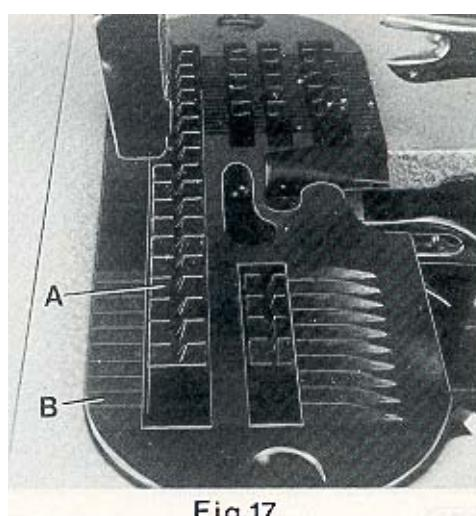
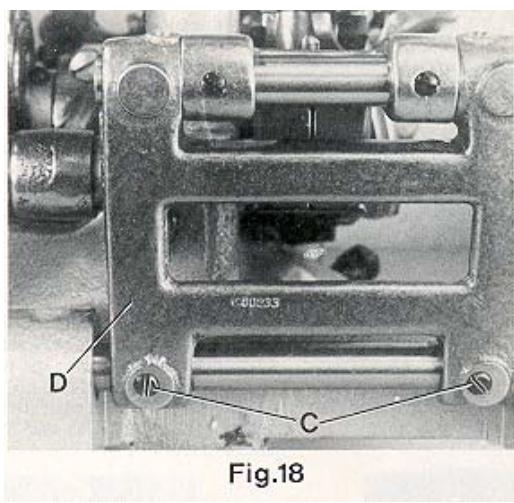

Fig.17
Fig.18
The lower feed dog (A, Fig. 17) should center laterally in the slots of throat plate (B). If an adjustment is necessary loosen the two set screws (C, Fig. 18) and move feed rocker (D) to the left or right as required. Retighten set screws.
Der untere Transporteur (A, Fig. 17) muß in den Schlitten der Stichplatte (B) seitlich vermittelt sein.
Ist eine Einstellung notwendig, lösen Sie die Gewindestifte (C, Fig. 18) und schieben Sie den Transportantriebsrahmen (D) nach Bedarf nach links oder rechts. Ziehen Sie die Gewindestifte wieder an.